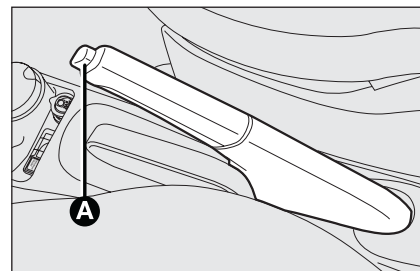

fig. 1
- ☐ levantar ligeiramente a alavanca e premir o botão de desbloqueio **A-fig. 1**;
- ☐ manter premido o botão **A** e baixar a alavanca. A luz avisadora (1) no painel de instrumentos apaga-se.